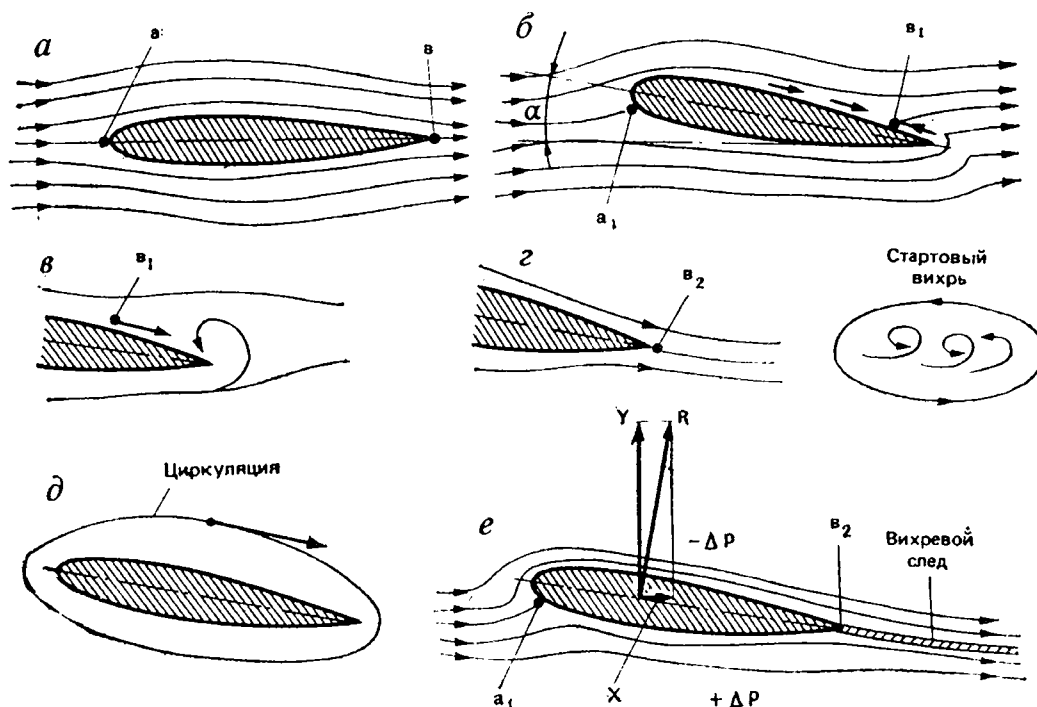

Рис. 4.5. Образование подъемной силы на крыле:
Поперечная сила R (см. рис. 4.5) не только кренит яхту, она вызывает боковой снос — дрейф под ветер.
Сила дрейфа зависит от курса яхты относительно ветра. При плавании в крутой бейдевинд она втрое превышает силу тяги, движущую яхту вперед; на галфвинде обе силы примерно равные; в крутой бакштаг (истинный ветер около 135° относительно курса яхты) движущая сила оказывается в 2–3 раза больше силы дрейфа, а на чистом фордевинде сила дрейфа вовсе отсутствует. Функцию создания силы сопротивления дрейфу у современных яхт выполняют в основном шверты, плавниковые кили и рули. Непременным условием возникновения силы сопротивления дрейфу является движение яхты под небольшим углом к ДП — углом дрейфа. Рассмотрим, что при этом происходит в потоке воды непосредственно у килея, который представляет собой крыло с поперечным сечением в виде тонкого симметричного аэродинамического профиля (см. рис. 4.5, а).
1. Угол дрейфа отсутствует (рис. 4.5, а), то поток воды, встречаясь с профилем килея в точке *a*, разделяется на две части, в точке, называемой критической, скорость равна 0. И верхняя и нижняя части потока одновременно обтекают поверхность профиля и вновь встречаются в точке *a* на выходящей кромке. Никакой силы, направленной поперек потока, на профиле не возникает, действует только одна сила сопротивления трения, обусловленная вязкостью воды.
2. (рис. 4.5, б) Профиль отклонен на некоторый угол атаки — . В случае яхтенного килея — угол дрейфа). Критическая точка -*a*- переместится на нижнюю часть «носика» профиля. Путь, который должна пройти частица воде вдоль верхней поверхности профиля, удлинится, а точка -*a*-, где по условиям неразрывности потока должны были бы встретиться частицы, обтекающие верхнюю и нижнюю поверхности профиля, пройдя равный путь, оказывается на верхней поверхности. Однако при огибании острой выходящей кромки профиля нижняя часть потока срывается с кромки в виде вихря (см. рис. 4.5, в и г). Этот вихрь, называемый стартовым, вращается против часовой стрелки, вызывает циркуляцию воды вокруг профиля в обратном направлении, т. е. по часовой стрелке (см. рис. 4.5, д). Данное явление, вызванное силами вязкости, аналогично вращению большого зубчатого колеса (циркуляция находящегося в зацеплении с малой ведущей шестерней (стартовый вихрь)).